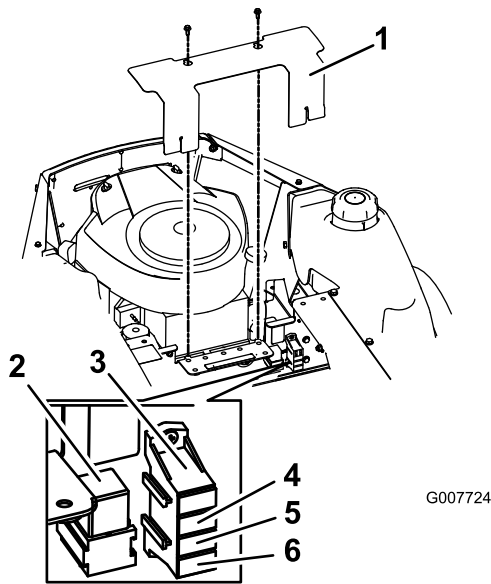

Figura 34
1. Levante el asiento para tener acceso al portafusibles (Figura 34).
2. Retire la tapa según se muestra en Figura 34.